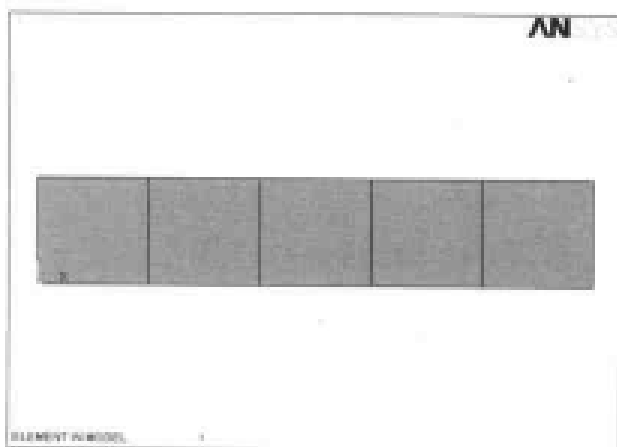

图 9-88 网格划分结果显示
(3) 选择 Utility Menu | File | Change Title 命令, 出现 Change Title 对话框, 在文本框中输入 ELEMENT IN MODEL, 单击 OK 按钮关闭该对话框。
(4) 选择 Main Menu | Preprocessor | Meshing | Mesh | Area | Free 命令, 出现 Mesh Areas 菜单, 单击 Pick All 按钮, 网格划分后的结果如图 9-88 所示。